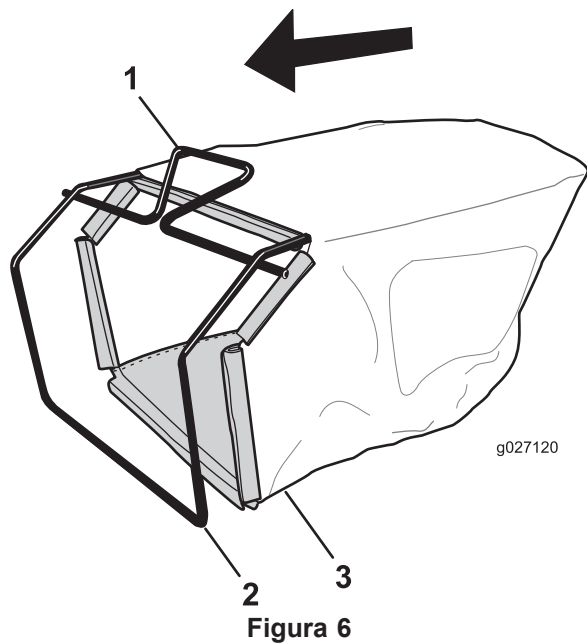

Figura 6
1. Coloque la bolsa de recogida sobre el bastidor, según se muestra en la Figura 6.
**Nota:** No coloque la bolsa sobre el manillar (Figura 6).